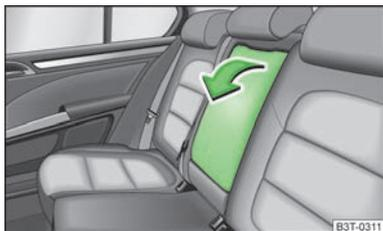

Fig. 63
► Il bracciolo può essere abbassato per aumentare il confort » fig. 63.